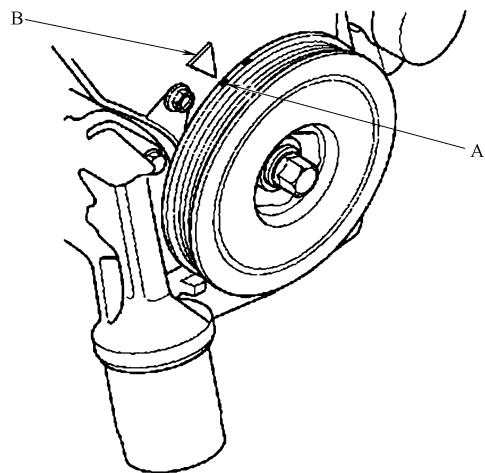

图 23-43 白色标记 A 与指针 B 对齐
14) 按照图 23-43 所示, 转动曲轴带轮, 使白色的标记 A 与指针 B 对齐。